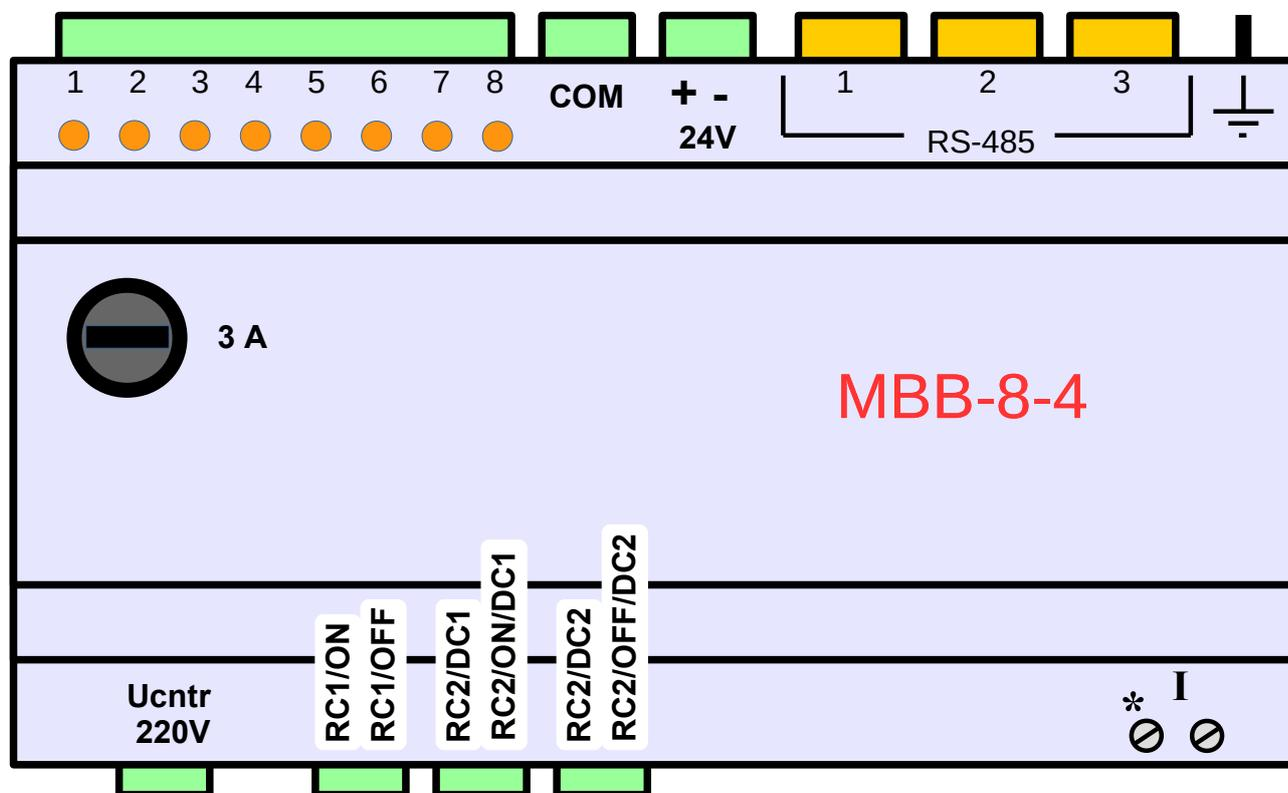

Рисунок 1. Внешний вид МВВ-8-4 сверху
3.2.2 На верхней крышке корпуса MBV расположены две группы светодиодов (рисунок 1). Первая группа включает в себя восемь светодиодов («ТС1»...«ТС8»), каждый из которых служит для индикации замкнутого положения соответствующей пары «сухих контактов» дискретных входов (ТС1...ТС8). Во вторую группу входит десять светодиодов: